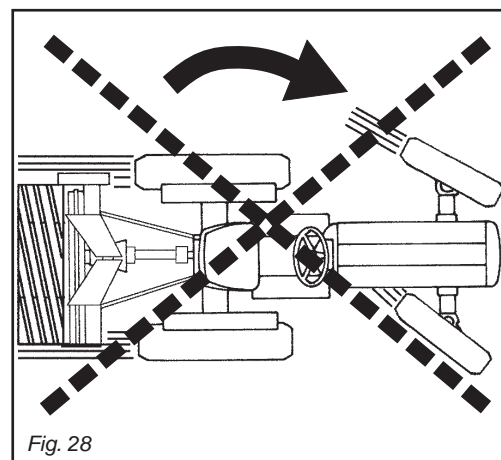

Fig. 28
*Relevez toujours l'appareil lors des changements de direction et des inversions de marche (Fig. 28, 29).*
Vermeiden Sie es, die Maschine unbelastet (außerhalb der Erde) laufen zu lassen. Wenn das Gerät unterirdisch arbeitet, keine Kurven fahren und auch nicht rückwärts fahren (Abb. 28, 29). Das Gerät zum Ändern der Richtung und zum Wenden immer ausheben. Während des Transportes, jedesmal wenn das Ausheben des Gerätes erforderlich wird, sollte der Kraftheber des Schleppers immer so eingestellt werden, daß das Gerät nicht mehr als circa 35 cm Abstand vom Boden aufweist (Abb. 30). Vermeiden Sie es, auf öffentliche Straßen zu fahren, wenn die Maschine mit Erde, Gras oder anderem verschmutzt ist, das die Fahrbahn verschmutzen und/oder den Verkehr behindern kann.
Evitar hacer girar en vacío (no apoyada sobre el terreno) la máquina. Durante el trabajo evitar efectuar curvas con la máquina enterrada y no trabajar marcha atrás. Alzarla siempre para cambiar de dirección y para las inversiones de marcha (Fig. 28, 29).